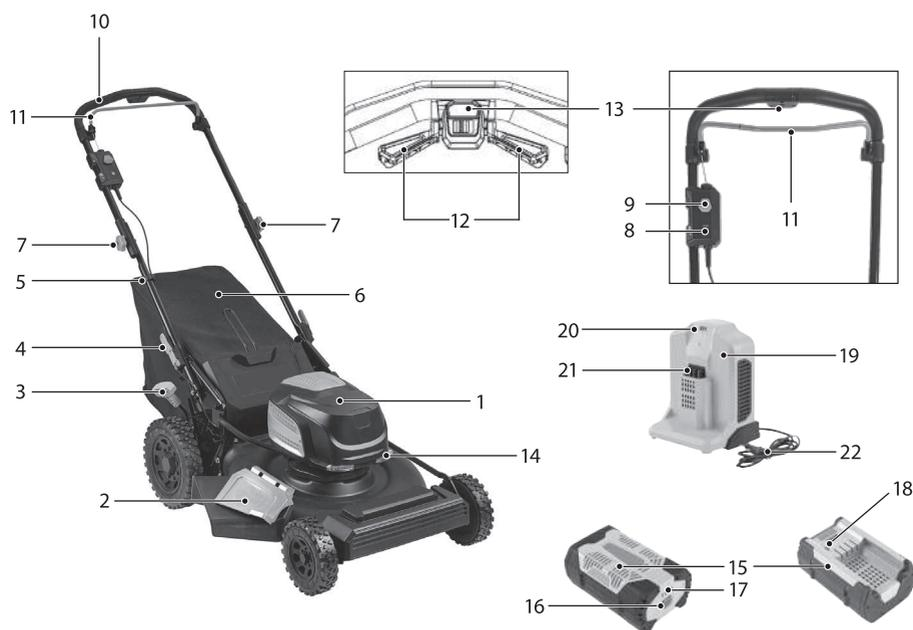

Рис. 1
2. На газонокосилке можно выбрать 3 уровня положения высоты рукоятки. Нажмите фиксатор положения рукоятки 4 (рис. 1) и отрегулируйте положение рукоятки до требуемой высоты (рис. 2Б).
3. Отпустите фиксатор положения рукоятки 4 (рис. 1) и продолжайте перемещать рукоятку, пока не услышите щелчок и не увидите, что стопорные штифты фиксатора с обеих сторон защелкнулись в нужном положении (рис. 2В).
4. Зафиксируйте верхнюю и нижнюю части ручки, затянув гайки-барашки 7 (рис. 1), (рис. 2Г).